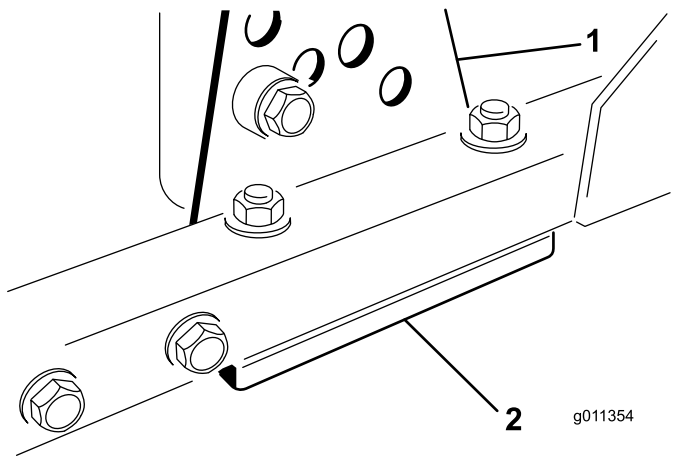

Figure 101
1. Retirez le support de hauteur de coupe (avant, gauche ou droit) du cadre du plateau de coupe (Figure 101).
2. Placez des cales de 1,5 mm et/ou des cales de 0,7 mm entre le cadre et le support du plateau pour obtenir la hauteur de coupe voulue (Figure 101).